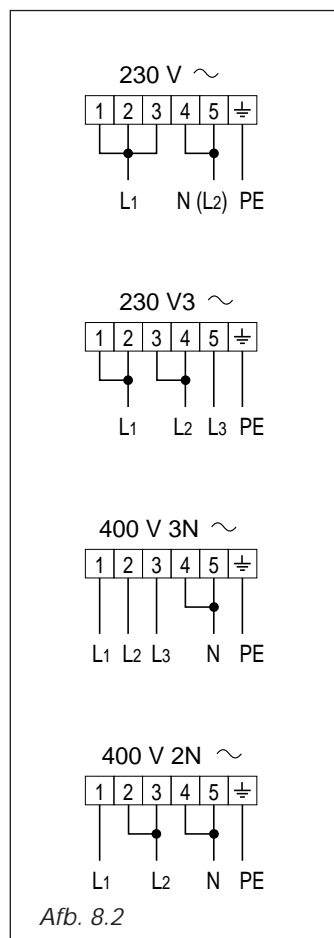

Afb. 8.1
- Schroef de bevestigingsschroeven van het beveiligingspaneel "A" aan de achterkant van het fornuis los (Afb. 8.1).
- Sluit de fases en de aarde overeenkomstig afbeelding 8.1 aan op klemmenstrook B.